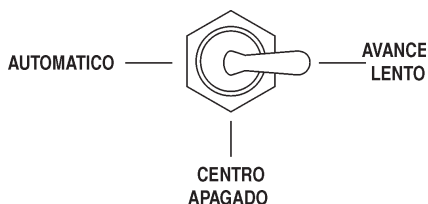

Figura 31. Interruptor manual de marcha lenta del cilindro
1. Para determinar la presión del sistema hidráulico, coloque el **interruptor del control de tiempo del cilindro** (Figura 31) en la posición **AVANCE LENTO**.